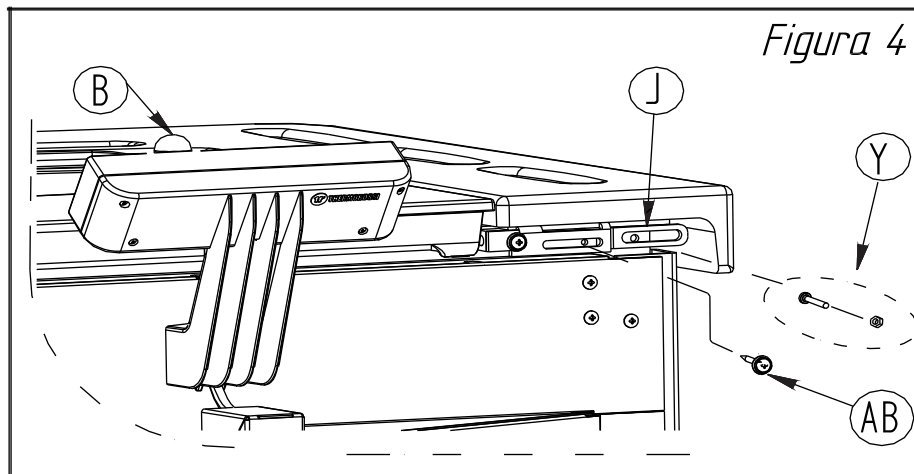

Figura 4
- Fissare i fermi (J) e la viteria (Y) (Vite M4X25 e relativo Dado, vedi figura 4 del paragrafo precedente).
- Fissare ora attraverso le 2 viti autofilettanti (AB) il supporto ceramica in modo stabile alla stufa (vedi figura 4 del paragrafo precedente).
- Successivamente montare la maiolica superiore e i pomelli (B).